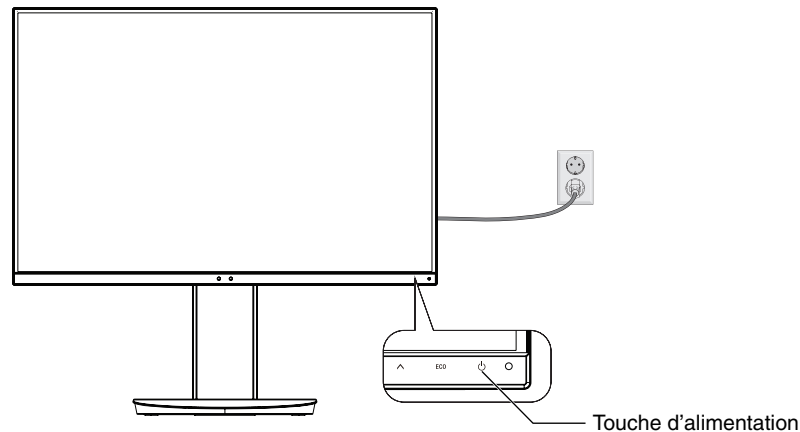

Figure E.1
8. Allumez l'ordinateur et le moniteur en appuyant sur la touche d'alimentation située sur la face avant (Figure E.1).